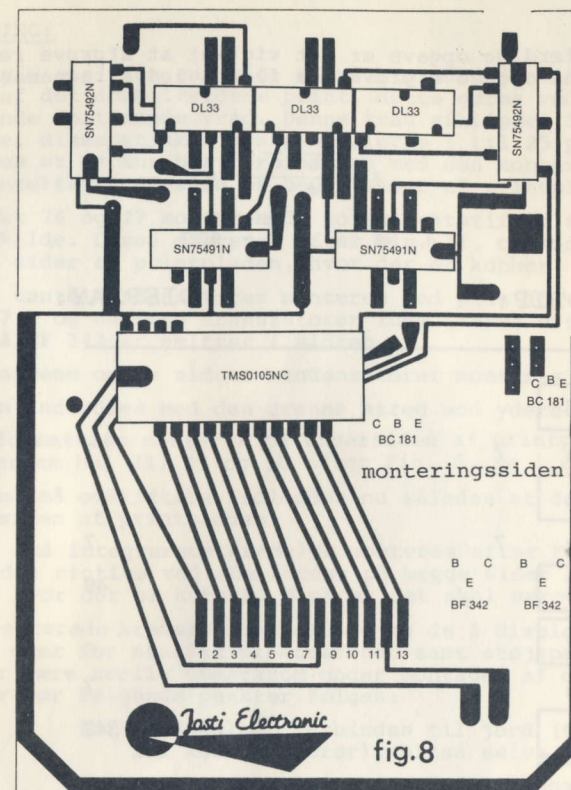

fig.8
- 8) De fire små integrerede kredsløb monteres efter Fig.8, husk at vende dem den rigtige vej. De loddes på begge sider af printpladen de steder, hvor der er kobber. Husk at det skal være små lodninger.
- Det integrerede kredsløb TMS 0105 NC monteres derefter efter Fig. 8, og loddes på begge sider af printpladen med stor forsigtighed, men med varme lodninger. Husk at vende kredsløbet rigtigt. Se Fig.10.
- 10) De tre display bukkes forsigtigt efter Fig. 9, således at de holder 30 grader fremad mod tastaturet. Alle tre display sættes derefter i printpladen efter Fig. 8 og 9, hvorefter de loddes forsigtigt. Her loddes også på begge sider af printpladen hvor der er kobber.